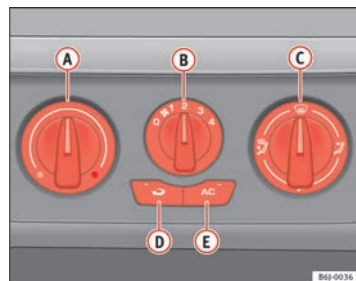

Abb. 89 In der Instrumententafel: Bedienelemente Klimaanlage
- Mit den Reglern ⇒ Abb. 89 **A** und **C** und mit dem Schalter **B** stellen Sie die Temperatur, die Gebläsestufe und die Luftverteilung ein.